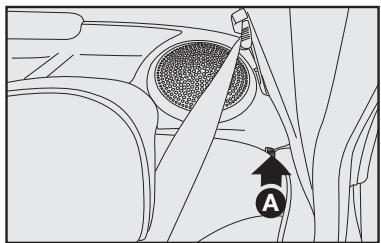

fig. 117
3) Desengatar o encosto, movendo as alavancas laterais **A-fig. 117** no sentido da seta.
Para isso, destravar a alavanca da direita ou da esquerda **A-fig. 117** e rebater para a frente o encosto até obter uma única superfície de carga.